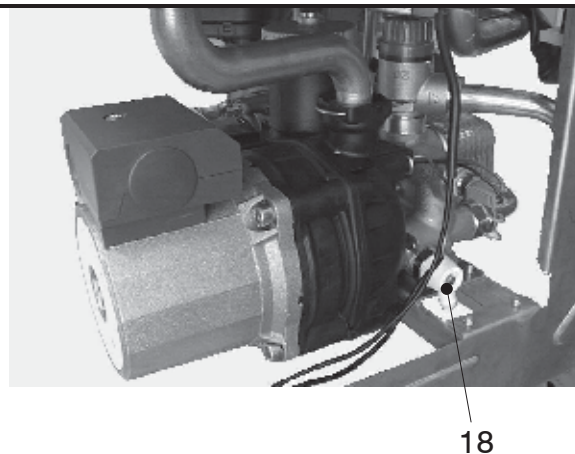

Fig. 8.4
- Open the central heating drain cock (18 in Fig. 8.4).
- Откройте сливной кран системы отопления (18 на рис. 8.4)